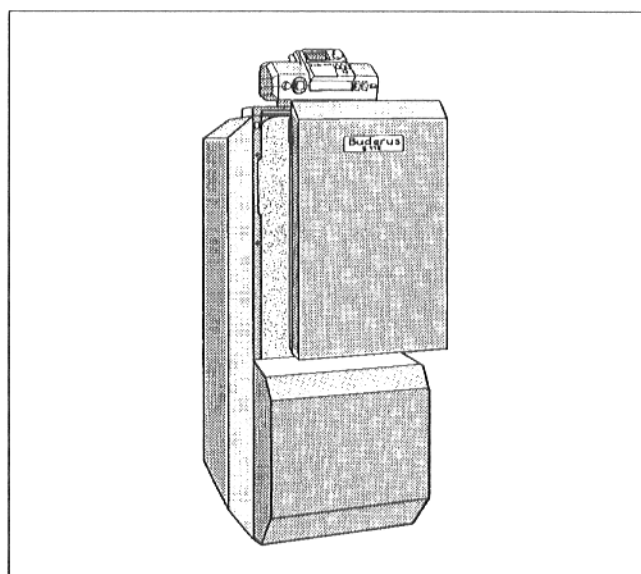

Fig. 29
- Accrocher le rebord du panneau de façade supérieur au capot avant de la chaudière (Fig. 29).